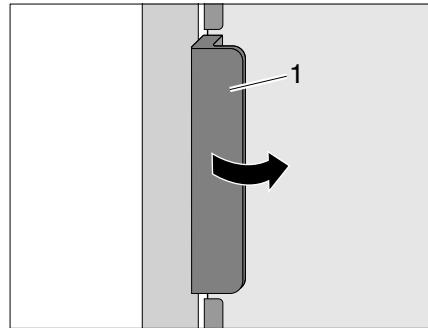

Bild 62 Kühlschranktür öffnen
- ▶ Kühlschranktür am Griff (Bild 62,1) öffnen.